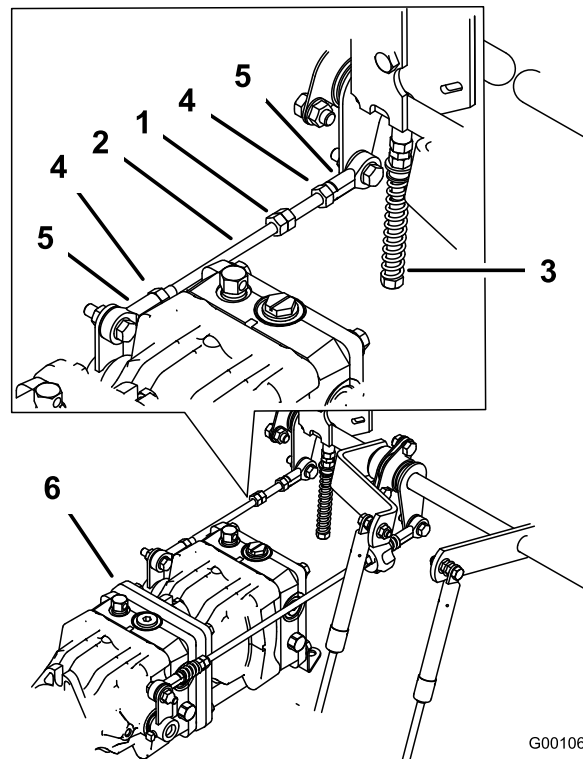

Bild 77
6. Ziehen Sie die Klemmmuttern an den Kugelgelenken fest (Bild 77).
1. Lockern Sie die Sicherungsmuttern an den Kugelgelenken der Pumpensteuerung (Bild 77).
3. Stellen Sie die Länge der Pumpenstange ein, indem Sie die Doppelmuttern an der Stange so weit in die entsprechende Richtung drehen, bis das Rad stillsteht oder sich leicht zurückdreht (Bild 77).